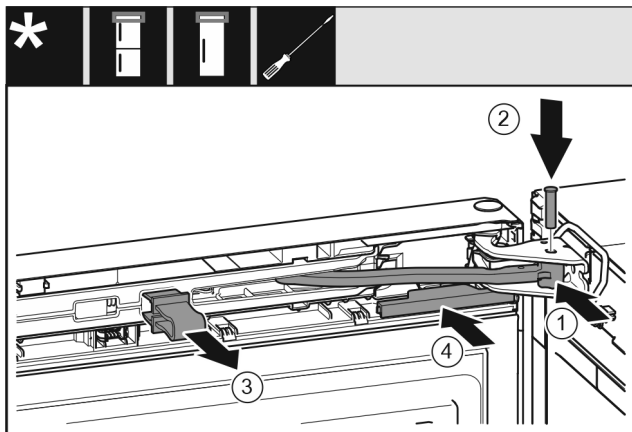

Fig. 21
- ▶ Otočte kloub ve stojanu ložiska. Fig. 21 (1)
- ▶ Vložte čep do stojanu ložiska a kloubu. Přitom dávejte pozor, aby byla zajišťovací vačka správně usazena v drážce. Fig. 21 (2)
- ▶ Vytáhněte pojistku. Fig. 21 (3)
- ▶ Nasuňte kryt. Fig. 21 (4)